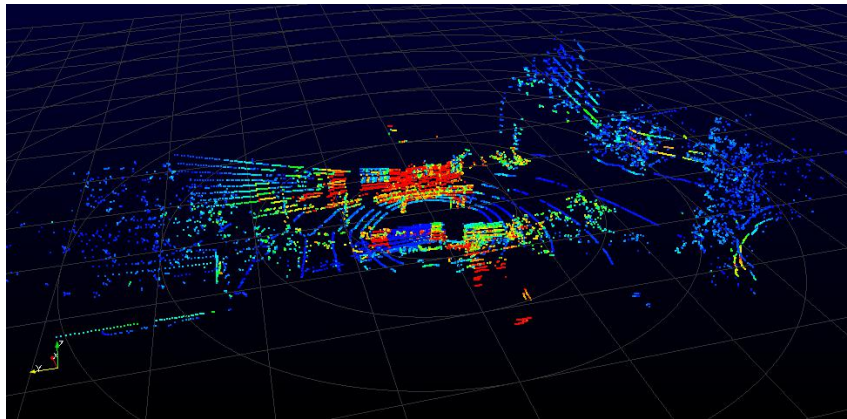

图 C-3
5. RSView 开始显示实时采集到数据(图 C-3)。可以通过点击 **Play** 按钮暂停，再点击一可以继续显示。